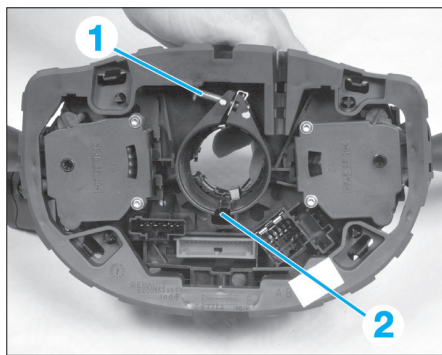

FIG. 3
- Desserrer la vis (1) (Fig.3).